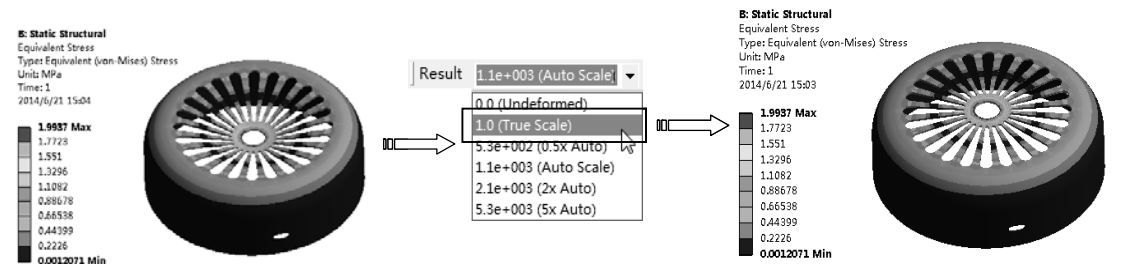

图 9-19 应力云图
3) 应力云图。在【Outline (分析树)】中选择【Solution (B6)】节点，单击其下的【Equivalent Stress】项 ，在图形窗口显示出应力云图。选择【Result】工具栏上的【1.0 (True Scale)】项，可真实显示应力云图，如图 9-19 所示。